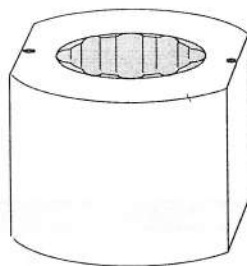

figura 8.- Zona de impacto.
- 5.- Oprima el botón DISPARADOR del Control de Disparo y observe si el proyectil al descender se impacta en el área de la boca del cañón que se muestra en la figura 8. Si el proyectil no cae en la zona antes mencionada efectúe nuevos disparos variando según convenga la inclinación del cañón hasta conseguir que el proyectil se impacte en la región deseada.